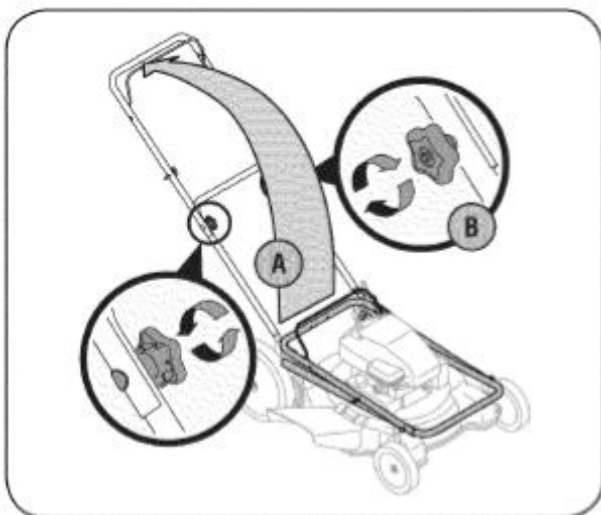

РИС. 2
- А. Поднимите верхнюю рукоятку из сложенного положения в стандартное положение, как показано на Рис. 2. Рукоятка должна защелкнуться в данном положении.